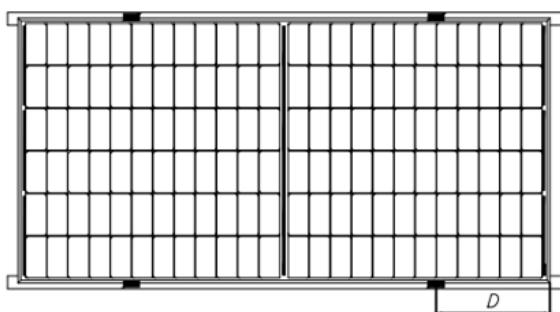
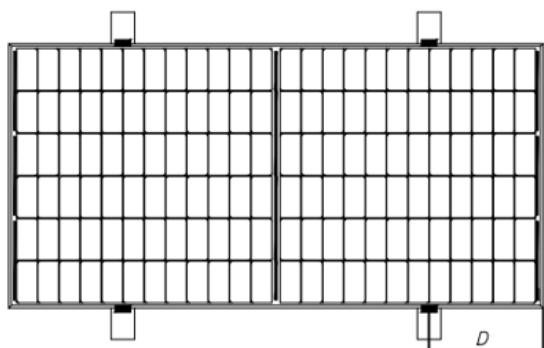
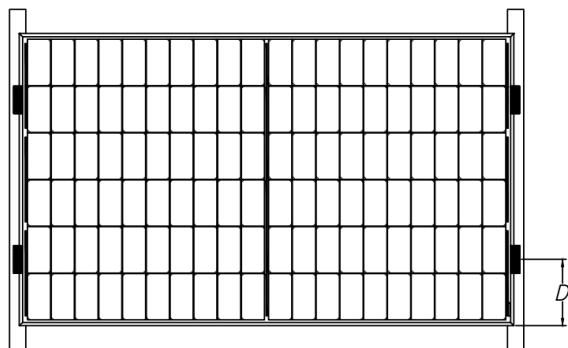
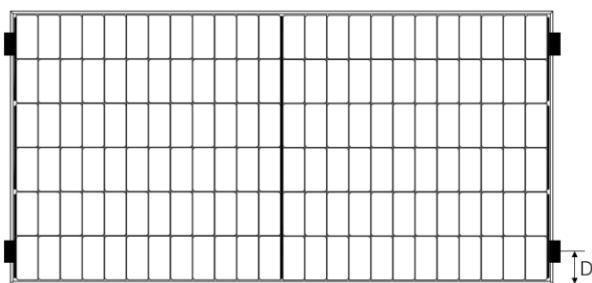

图 3 导轨重合长边框安装
图 4 导轨垂直长边框安装
图 5 导轨重合短边框安装
图 6 短边四点安装
双面光伏组件安装时，每个光伏组件必须使用至少 4 个压块进行固定，如图 3、图 4、图 5、图 6。
⑧ 对于图 3 所示的安装方式，组件 C 面与导轨的重叠部分应 $\geq 25\text{mm}$ 。如果使用不合适的夹具或不正确的安装方式，正泰新能有限质保将会无效。
| 光伏组件型号 | 光伏组件尺寸 L*W*H (mm) | 安装方式参照图3 | 安装方式参照图4 | 安装方式参照图5 | 安装方式参照图6 |